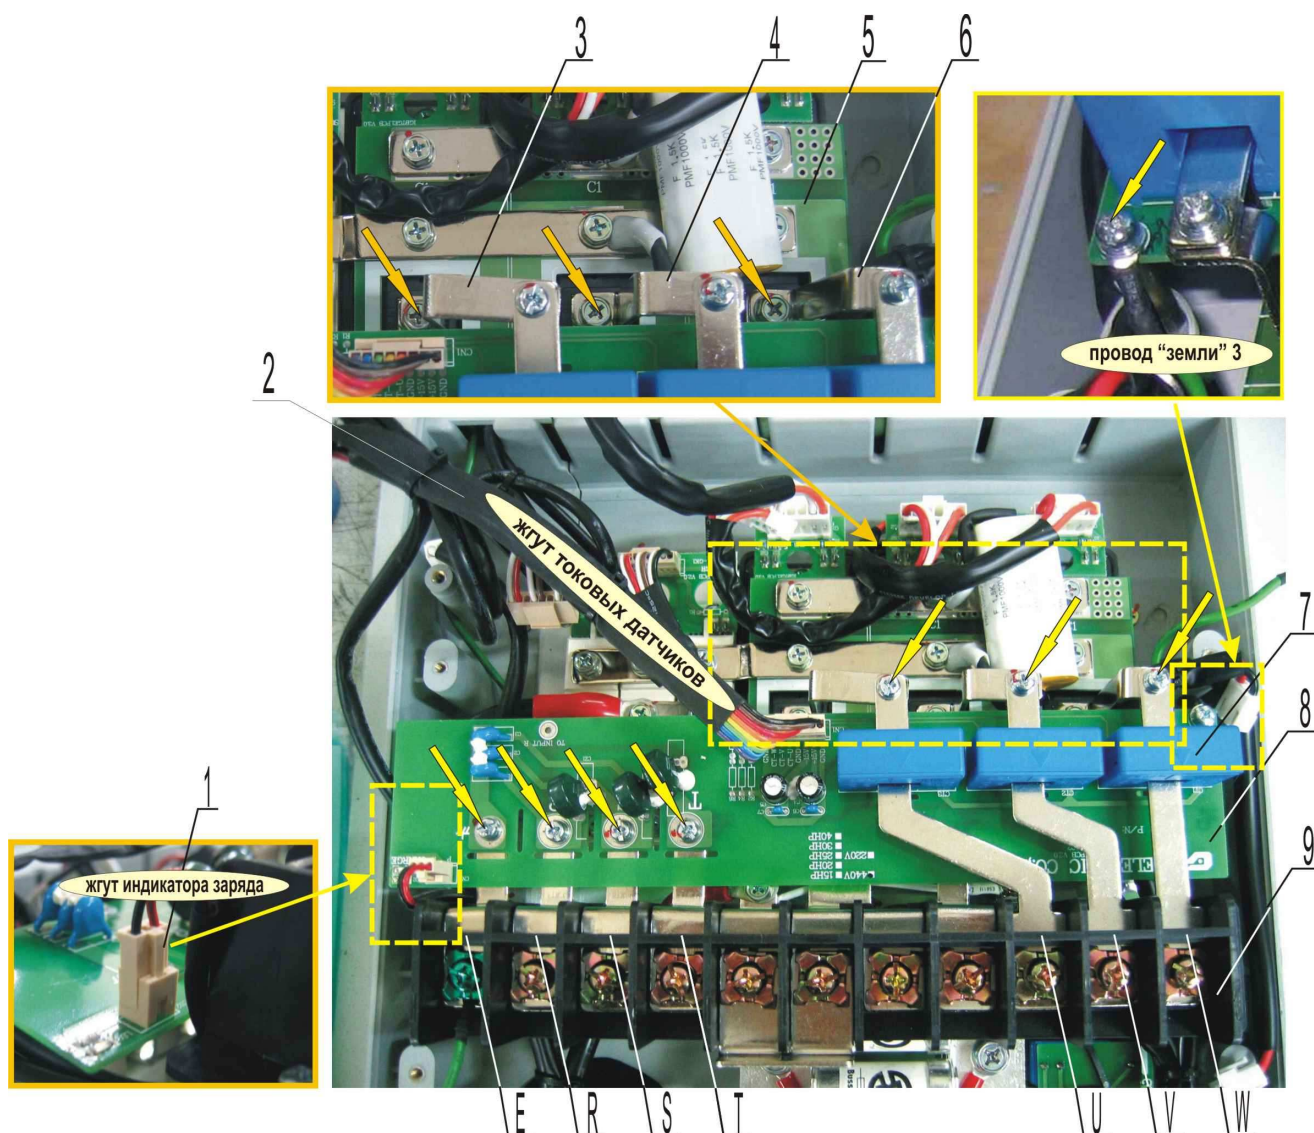

Рис. 7.21
7.11.1. Взять плату варисторов (табл.4.1, поз.4; рис.7.21, поз.8), установить ее на шины клеммной колодки, пропустив шины U, V и W через датчики тока (рис.7.21).
7.11.2. Вкрутить, не затягивая, винт крепления провода заземления к плате варисторов (рис.7.21).
7.11.3. Вкрутить, не затягивая, четыре винта крепления платы варисторов 8 к шинам E, R, S и T (рис.7.21).
7.11.4. Взять выходные шины U, V и W (табл.1.4, поз.17; рис. 7.21, поз.3, 4 и 6), прикрутить, не затягивая, тремя винтами М5х12 к контактам модулей IGBT (рис. 7.21).
7.11.5. Прикрутить, не затягивая, шины 3, 4 и 6 тремя винтами М4х8 к шинам U, V и W клеммной колодки (рис. 7.21).
7.11.7. Взять жгут токовых датчиков (Табл.4.1, поз.26; рис. 7.21, поз.2), соединить разъем жгута с разъемом CN1 платы варисторов (рис.7.21).
7.11.8. Соединить разъем жгута индикатора заряда 1 с разъемом CN2 на плате варисторов (рис. 7.21).